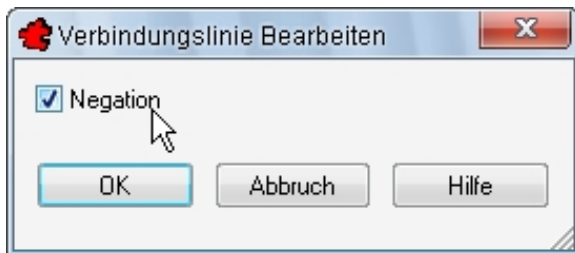

Bild 1.17 – Auch die Verbindungsline selbst kann als logisches Glied fungieren.
- Wenn Sie diese Bedingung an das UND-Gatter anknüpfen, definieren Sie noch die *Negation*. Hierdurch schließen sich die Schaltstufen 1, 2 und *Auto* der Anlage gegenseitig aus, wodurch zugleich die restlichen drei Bedingungen definiert sind (Abb. 1.17).